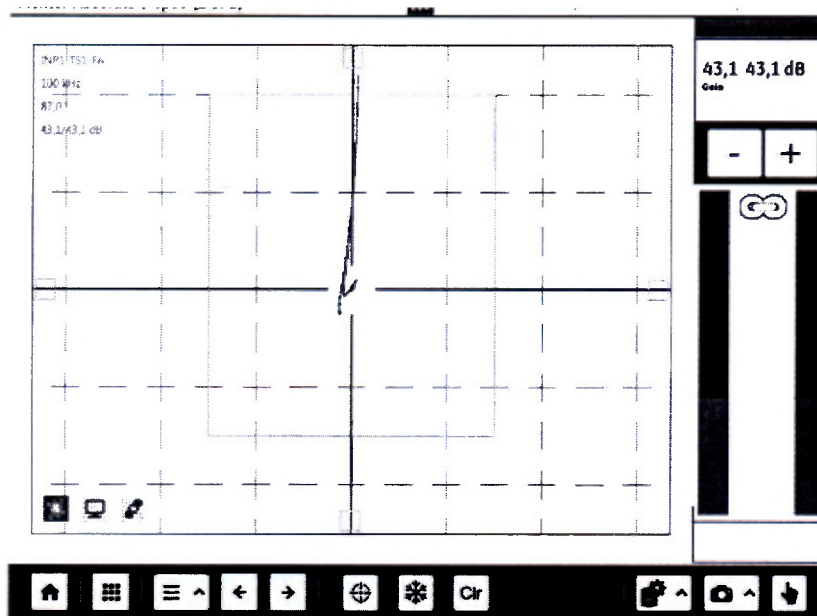

Рисунок 4
8.4.4.9 Нажать кнопку  для вывода панели «EM Setup», затем выбрать параметр «Gain». Изменить значение параметра «Gain», чтобы при проведении ВТП через дефект глубиной 0,7 мм амплитуда сигнала от дефекта превышала пороговый уровень 40 %, но не выходила за пределы экрана (рисунок 4).